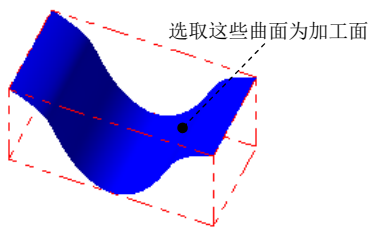

图 10.2.3 选择加工面
Step2. 选择加工面。在图形区中选择图 10.2.3 所示的四个曲面，然后单击 **Enter** 键，系统弹出“刀具路径的曲面选取”对话框，采用系统默认的设置，单击 按钮，系统弹出“曲面粗加工平行铣削”对话框。